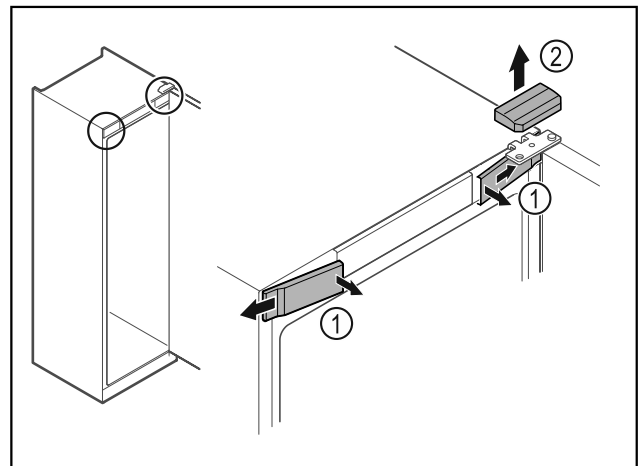

Fig. 6 *
- Nxirrni nga foleja kapakët mbulues të përparmë Fig. 6 (1) në pjesën e brendshme dhe hiqini nga anash.*
- Hiqni kapakun mbulues të sipërm Fig. 6 (2) duke e ngritur lart.*